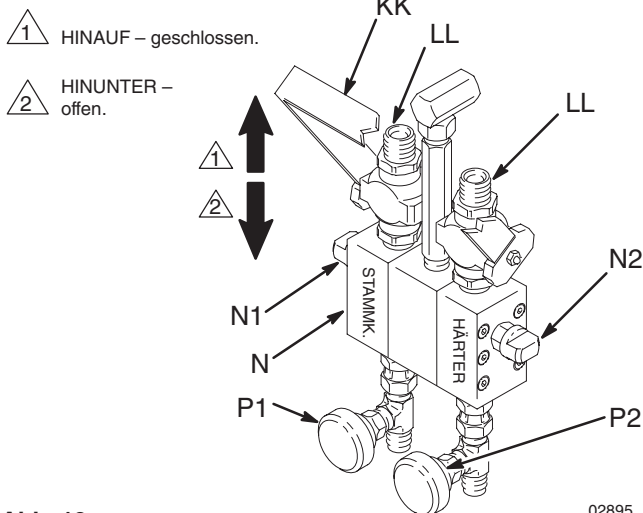

Abb. 13
Zum Öffnen oder Schließen der Materialventile (LL) des Mischverteilers den Griff (KK) nach unten (Öffnen) oder nach oben (Schließen) drücken. Siehe Abb. 13.
3. Einen Behälter unter die Auslassventile (P1, P2) des Mischverteilers (N) stellen. Siehe Abb. 13.
8. Den Druckentlastungshahn (P1) auf der Härter-Seite öffnen. Den Griff (KK) des Mischverteilers öffnen. Siehe Abb. 13.
11. Das Härter-Lösemittelspülventil (N1) am Mischverteiler (N) öffnen. Siehe Abb. 13.
- d. Das Stammkomponenten-Lösemittelspülventil (N2) öffnen und den Schritt c. oben wiederholen. Siehe Abb. 13.